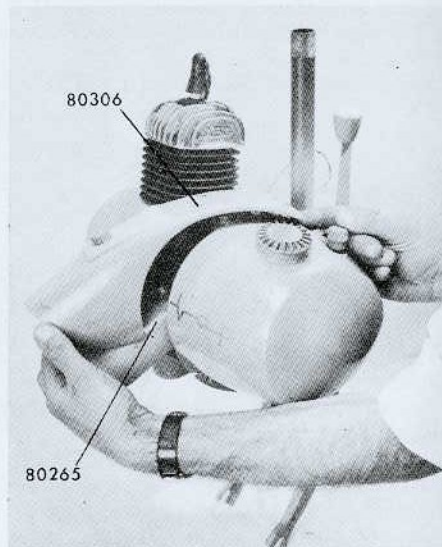

Figure 1
- 2° Démontez le porte-phare en dévissant la vis réf. 80 306. Tirez vers soi le porte-phare complet jusqu'à ce qu'il échappe de la lame de pression 80 265 fixée sur le petit garde-boue avant. Débrancher les fils de lumière (fig. 1) ;